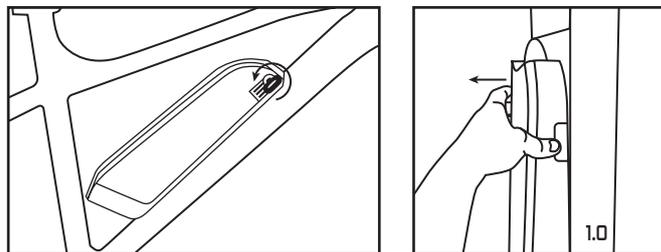
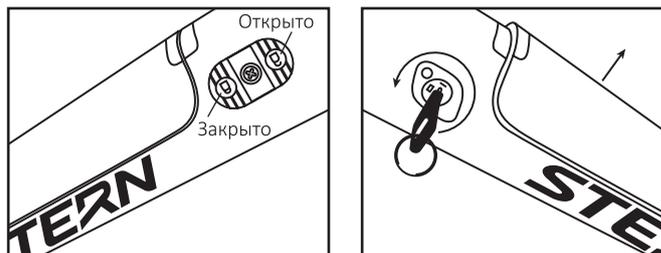

Рисунок 2
Рисунок 3
2. В зависимости от модели велосипеда процесс снятия аккумулятора с рамы может отличаться. Для моделей с неинтегрированным аккумулятором, чтобы снять аккумулятор с велосипеда вставьте ключ в замок аккумулятора, поверните его против часовой стрелки и снимите аккумулятор с левой стороны (Рисунок 2 Power 1.0); Для моделей с интегрированным в раму аккумулятором, чтобы снять аккумулятор с велосипеда нажмите на кнопку «открыть», расположенную с правой стороны велосипеда, вставьте ключ в замок аккумулятора, поверните его против часовой стрелки и снимите аккумулятор. (Рисунок 3 Power 2.0);